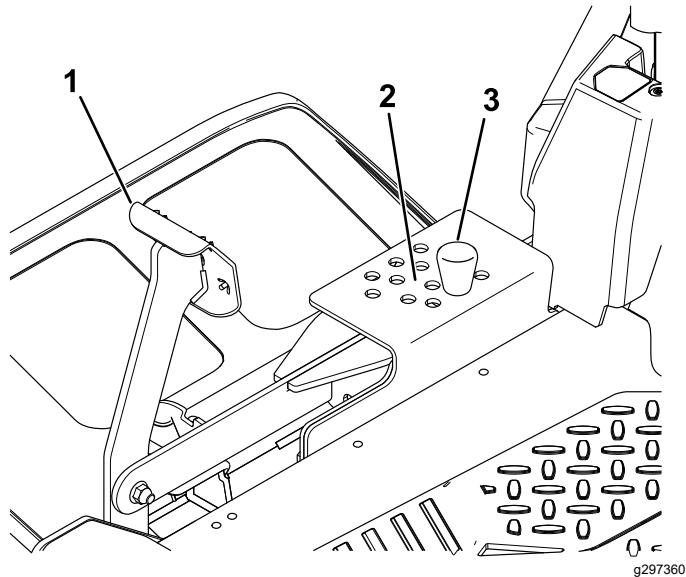

Figure 36
2. Pour changer de hauteur de coupe, retirez la goupille du support de hauteur de coupe (Figure 36).
3. Insérez la goupille dans le trou du système de hauteur de coupe correspondant à la hauteur de coupe voulue (Figure 36).